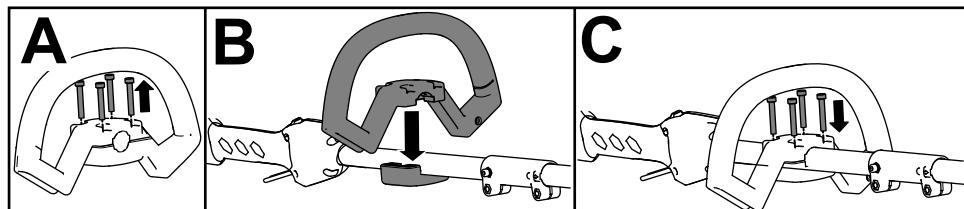

Figura 4
1. Separe la empuñadura auxiliar de la abrazadera retirando los 4 tornillos (Figura 4, A).
2. Alinee la empuñadura auxiliar con la abrazadera en el mango del cortabordes (Figura 4, B).
3. Sujete la empuñadura auxiliar a la abrazadera con los 4 tornillos que se retiraron anteriormente (Figura 4, C), usando la llave allen suministrada.